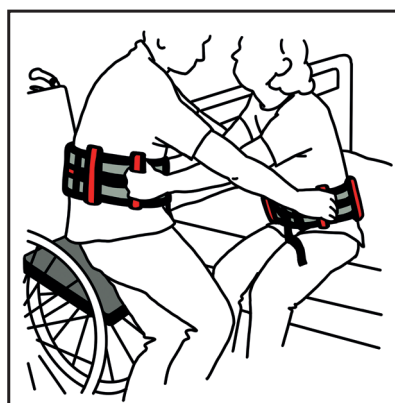

Fig. 2
- per alzarsi dalla seduta, l'aiutante/gli aiutanti si posiziona/posizionano di lato o davanti all'utente e regge/reggono i passanti della cintura in vita dell'utente. Se possibile, l'utente deve sporgersi in avanti e fornire supporto con le proprie forze. L'aiutante o i due aiutanti posizionati di lato può/possono poi sollevare attentamente l'utente dalla posizione seduta in piedi (Fig. 2);